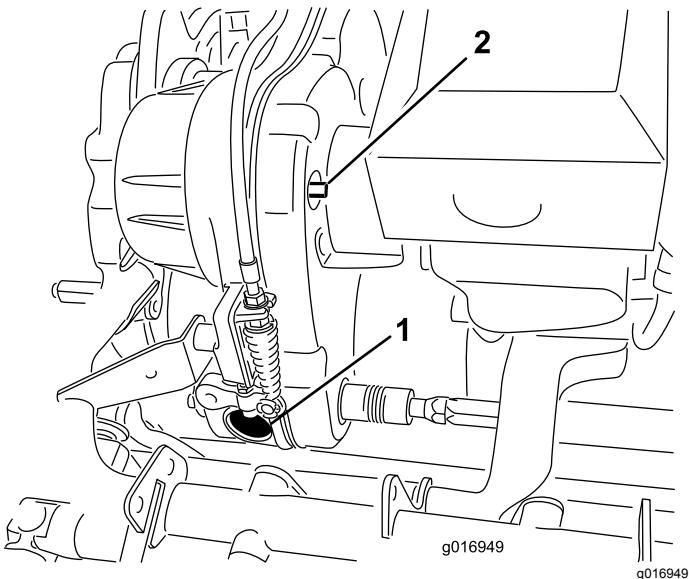
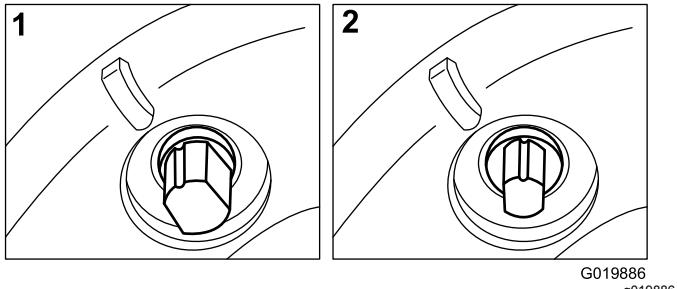

図 47
図 48
トランスミッションの正面についているゴム製のプラグ図47を外すと、クラッチを確認することができます。
トランスミッションのベルトはスプリング付きのアイドラブーリで張りを出しています。ベルトの張りをなくしたい場合には、 $\frac{3}{8}$  インチのレンチで入・切シャフト 図 47 を適当な位置まで回してください。シャフトを右に 1/4 回転させるとアイドラがベルトから外れてきます 図 48。
**注**トランミッショング正面についているゴム製のプラグ図47を外すと、クラッチを確認することができます。